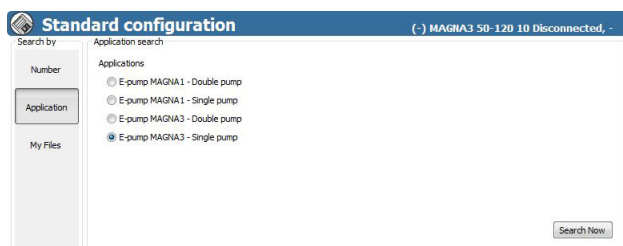

Рис. 26 Поиск применения
13. Также можно найти необходимый файл GSC по типу насоса. Нажмите [Application] (Применение) и введите тип применения. См. рис. 26.